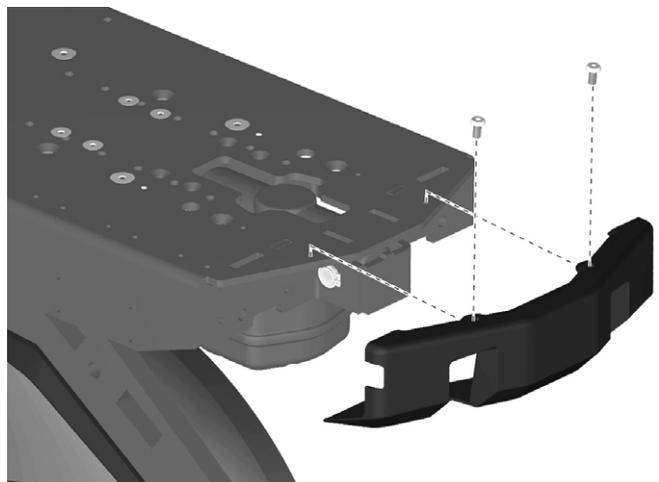

Abbildung 86. Der Klemmschutz wird mit fünf Schrauben montiert.
7. Die beiden Schrauben abmontieren, die den Klemmschutz am oberen Blech halten. Siehe Abbildung. 86.